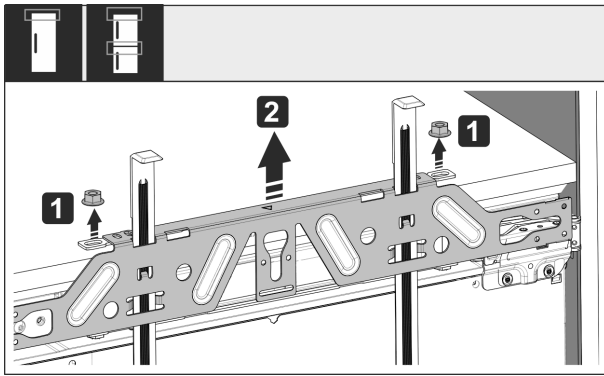

Fig. 54
- ▶ Atlaisvinkite antveržles Fig. 54 (1).
- ▶ Nuimkite tvirtinimo skersinį Fig. 54 (2).